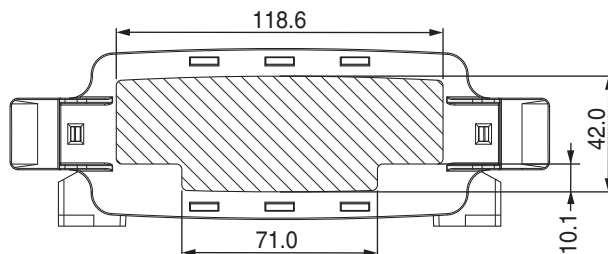

Bild 14 Verfügbare Montagefläche für Steckverbinder bei ECS-P...B
Die ECS-P...B-Frontplatte ermöglicht die Anordnung von Steckverbindern nach Kundenwunsch innerhalb eines bestimmten Bereichs auf der Platte. Lage und Anzahl der Steckverbinder, die auf der ECS-P...B (GY) angeordnet werden können, sind auf den in Bild 14 angegebenen Bereich beschränkt.